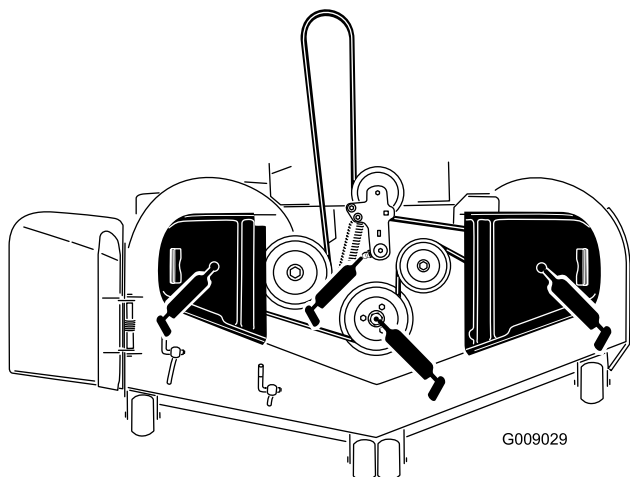

Figure 43
3. Graissez le pivot de la poulie de tension du tablier de coupe jusqu'à ce que la graisse ressorte par le bas (Figure 43).
4. Lubrifiez les roulements des 3 axes jusqu'à ce que la graisse ressorte (Figure 43).